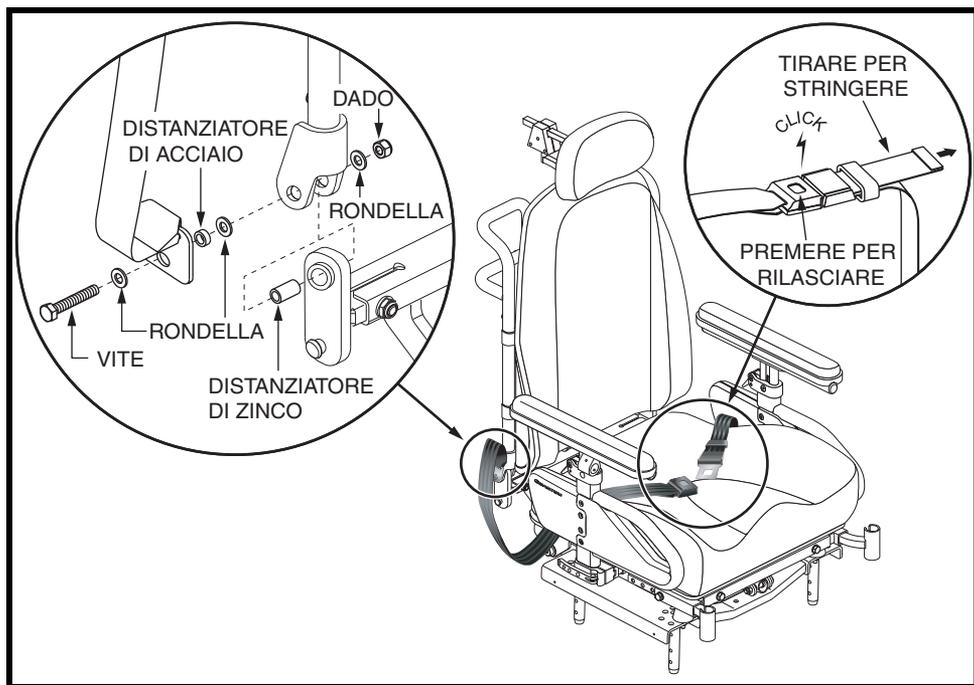

Figura 16. Regolazione della cintura di posizionamento
L'Euro Seat 2 può disporre di una cintura di posizionamento regolabile secondo la comodità dell'operatore. **Vedere figura 16.** La cintura di posizionamento è progettata per sostenere l'operatore in modo che non scivoli verso il basso o in avanti nel sedile e può essere regolata per maggiore comfort dell'operatore. La cintura di posizionamento non è prevista per essere usata come dispositivo di contenimento.
1. Inserire la vite attraverso la guarnizione e la barra di montaggio sull'estremità della cintura di posizionamento. **Vedere figura 16.**